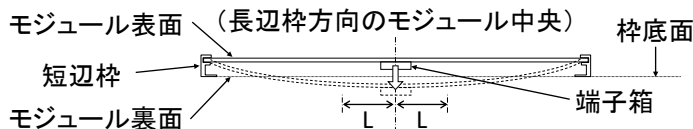

図3. モジュールのたわみ模式図(側面)
- ・ 太陽電池モジュールはモジュール表面への荷重負荷により、図3のように凹状のたわみが生じます。その際、モジュールが架台や屋根などに接触すると破損する恐れがありますので、モジュール裏面と架台などとの間は十分な隙間を確保してください。また、端子箱と架台などとの接触を避けるため、 $L < 70\text{mm}$ (L は長辺枠方向のモジュール中央からの距離)の範囲に架台などを配置しないでください。